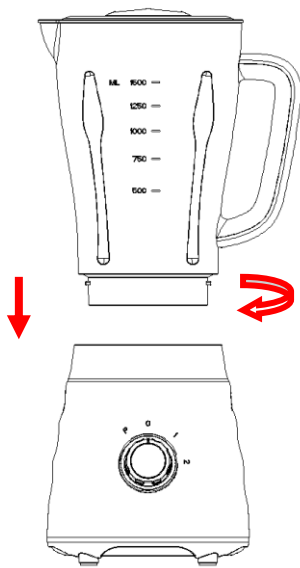

Fig.5
3) Finalmente, coloque la jarra ensamblada en la unidad del motor alineando la tira en la parte inferior de la jarra ensamblada. (Ver la Fig.5)